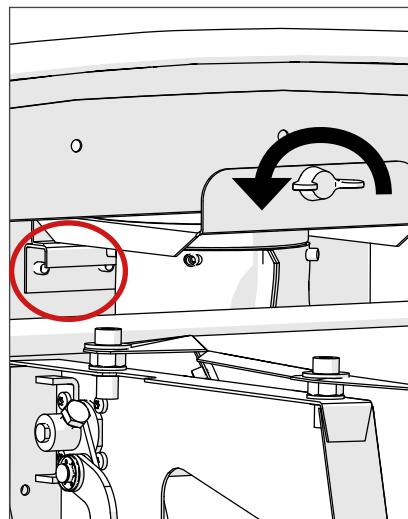

Abbildung 15
3. Lösen Sie die Flügelschraube an der Metallabdeckung über dem Hauptlüfter. (Abbildung 15).
4. Entfernen Sie den Lüfter vorsichtig aus der Toilette. Der Lüfter befindet sich auf einer Halterung an der Rückwand, die mit einer Gummidichtung fest an Ort und Stelle gehalten wird. Es ist daher notwendig, den Lüfter langsam herauszuwackeln. (Abbildung 15 & 16)
6. Bauen Sie den Lüfter wieder zusammen. Vergewissern Sie sich, dass der Lüfter richtig auf der Halterung in der Rückwand sitzt. (Abbildung 15)